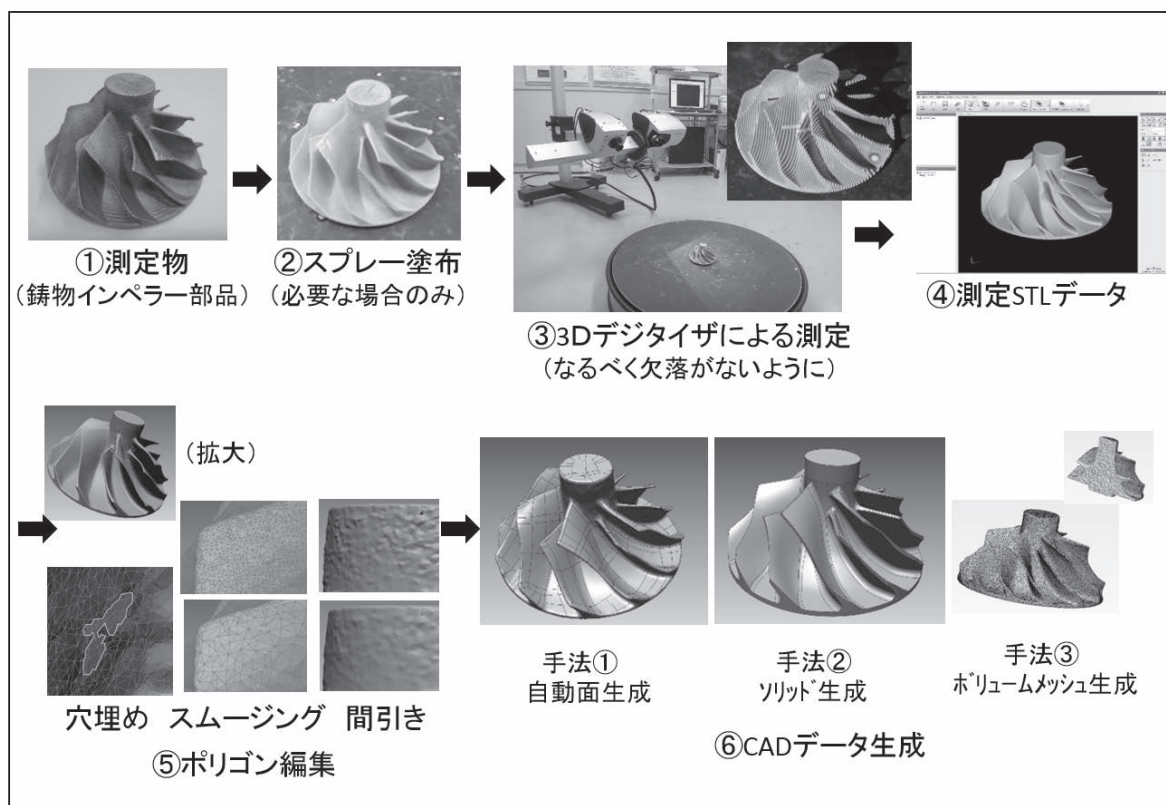

図4 3Dデジタイザを用いたCADデータ生成の活用例
3Dデジタイザを用いたCADデータ生成の活用例を図4に示す．まず，形状検査と同様に，測定物に必要な応じスプレー塗布を行った後，3Dデジタイザにて形状測定を行う．なるべく欠落が無いように測定する．次に，測定STLデータに対して，穴埋め，スムージング，間引きなどのポリゴン編集を行う．その後，CADデータ生成を行う．CADデータ生成にはいくつかの手法がある．ここでは，手法①「自動面生成」，手法②「ソリッド生成」及び手法③「ボリュームメッシュ生成」を紹介する．